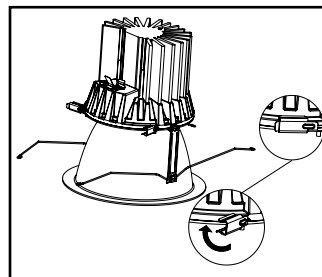

Figura 6.
6. Rote los ganchos laterales (3) en el lugar para fijar firmemente la moldura al motor LED (Figura 6.).